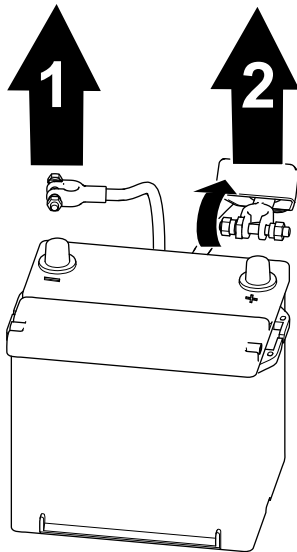

Bild 59
1. Trennen Sie das Minuskabel des Akkus vom Akkupol ab (Bild 59).
2. Heben Sie die Isolierung an und ziehen Sie das Pluskabel des Akkus vom Akkupol ab (Bild 59).